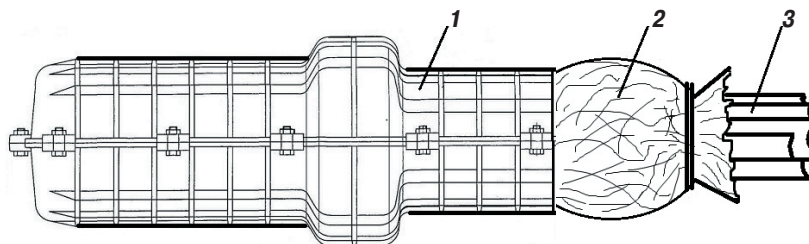

Рис. 11. Внешний вид защитной муфты МПЗ после заливки её герметиком:
3.5.9 Муфту оставляют в вертикальном положении до окончания процесса вспенивания герметика. Через 15 минут после окончания процесса вспенивания муфту можно укладывать в котлован вместе с запасами кабелей (см. рис. 11).